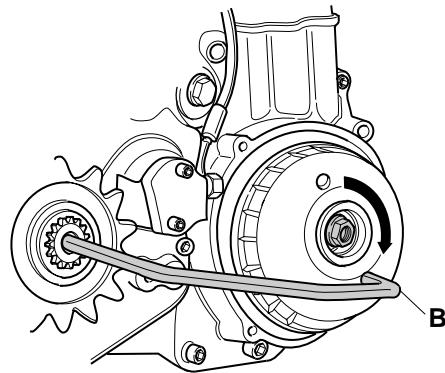

Fig. 11
2. Bloccare il volano con un attrezzo di ritegno (Rif.B - Fig.11). Allentare il dado nel centro del volano girandolo in senso orario.
2. Use a holding tool (Ref.B - Fig.11) as shown in the figure to lock the flywheel. Then turn the nut in the centre of the flywheel clockwise to remove it.
2. Das Schwungrad mit einem Halteeisen blockieren (Bez.B - Abb. 11) und die Schwungradmutter (Linksgewinde!) abschrauben.
2. A l'aide d'un outil (Rèf.B - Fig.11), bloquez le volant. Desserez ensuite l'écrou qui se trouve au centre du volant, en tournant dans le sens horaire.